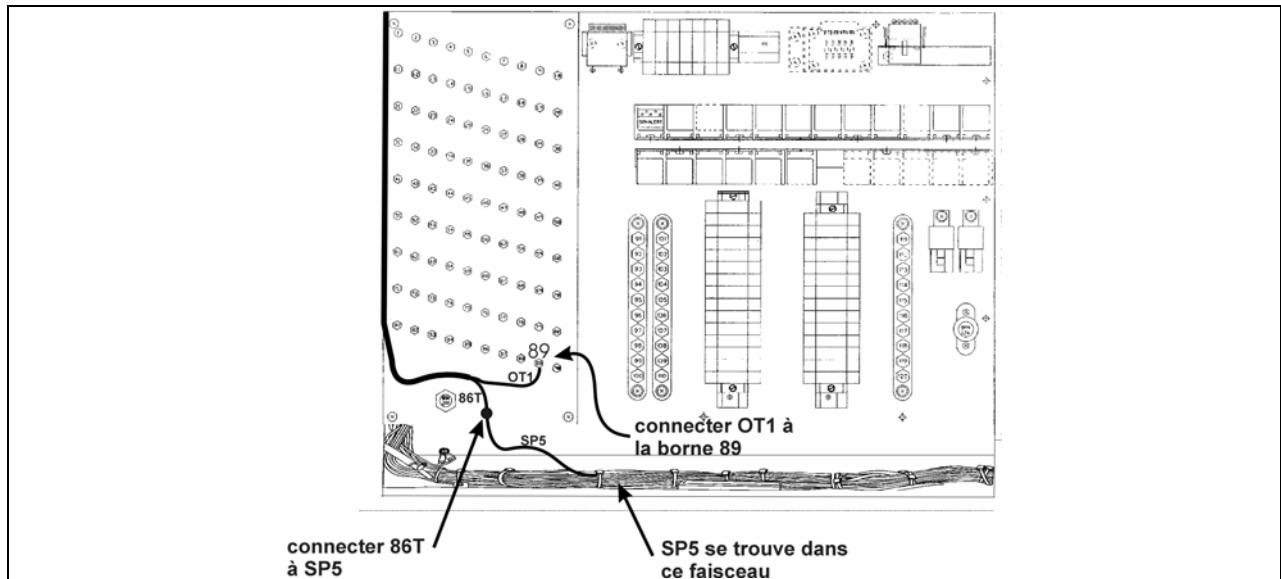

FIGURE 10 : VUE DU COMPARTIMENT ÉLECTRIQUE AVANT
10. Dans le compartiment électrique avant, connecter la cosse à anneau du fil OT1 à la borne 89 et raccorder le fil 86T au fil SP5 qui se termine dans ce compartiment (figure 10).